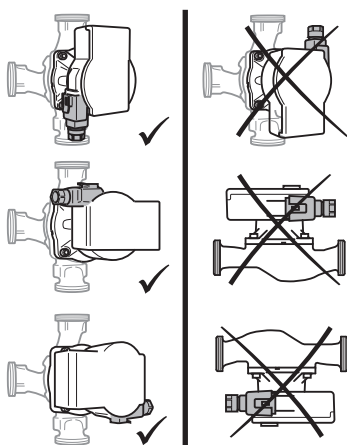

Fig. 2: Poziții de montare
- Locul de instalare trebuie ales în funcție de poziția de montare admisă (Fig. 2).
- Respectați poziția de montaj admisă (Fig. 2) pentru pompă, rotind după caz capul motorului (2+6).
- Respectați poziția de montare admisă (Fig. 2) și țineți cont de săgeata care indică direcția de curgere de pe carcasa pompei (1).
- Strângeți bine cele 4 șuruburi de la carcasa (5).